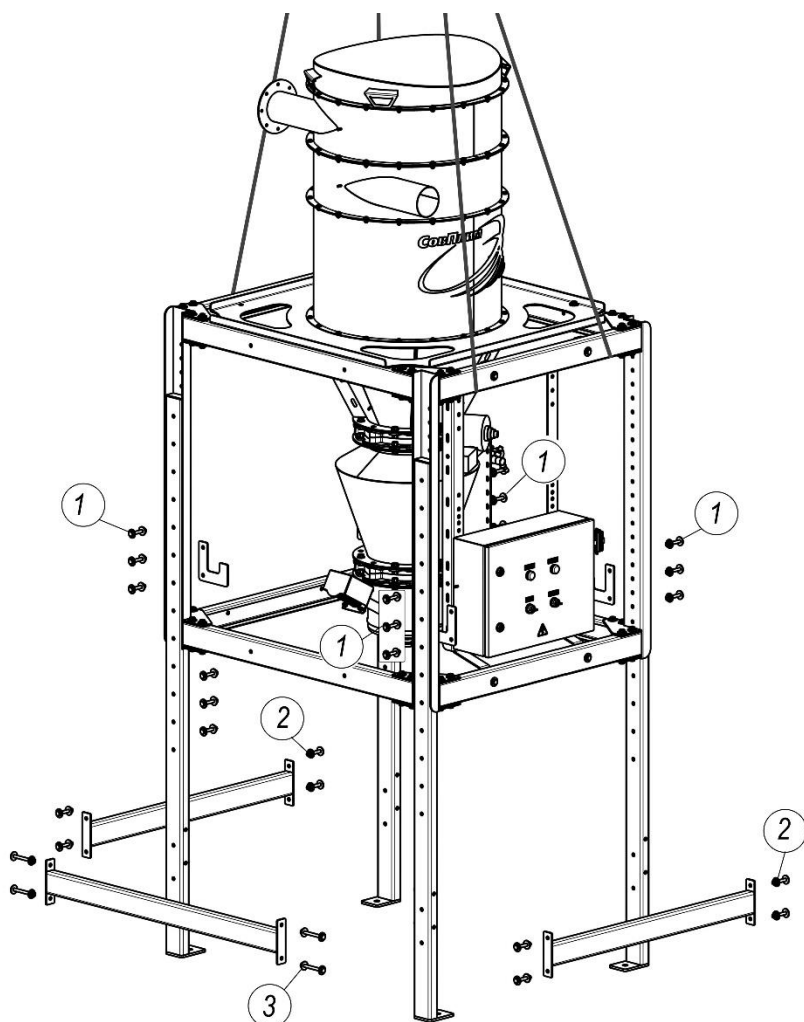

Рисунок 13
5.4.4 Для сборки основания необходимо (рисунок 13):